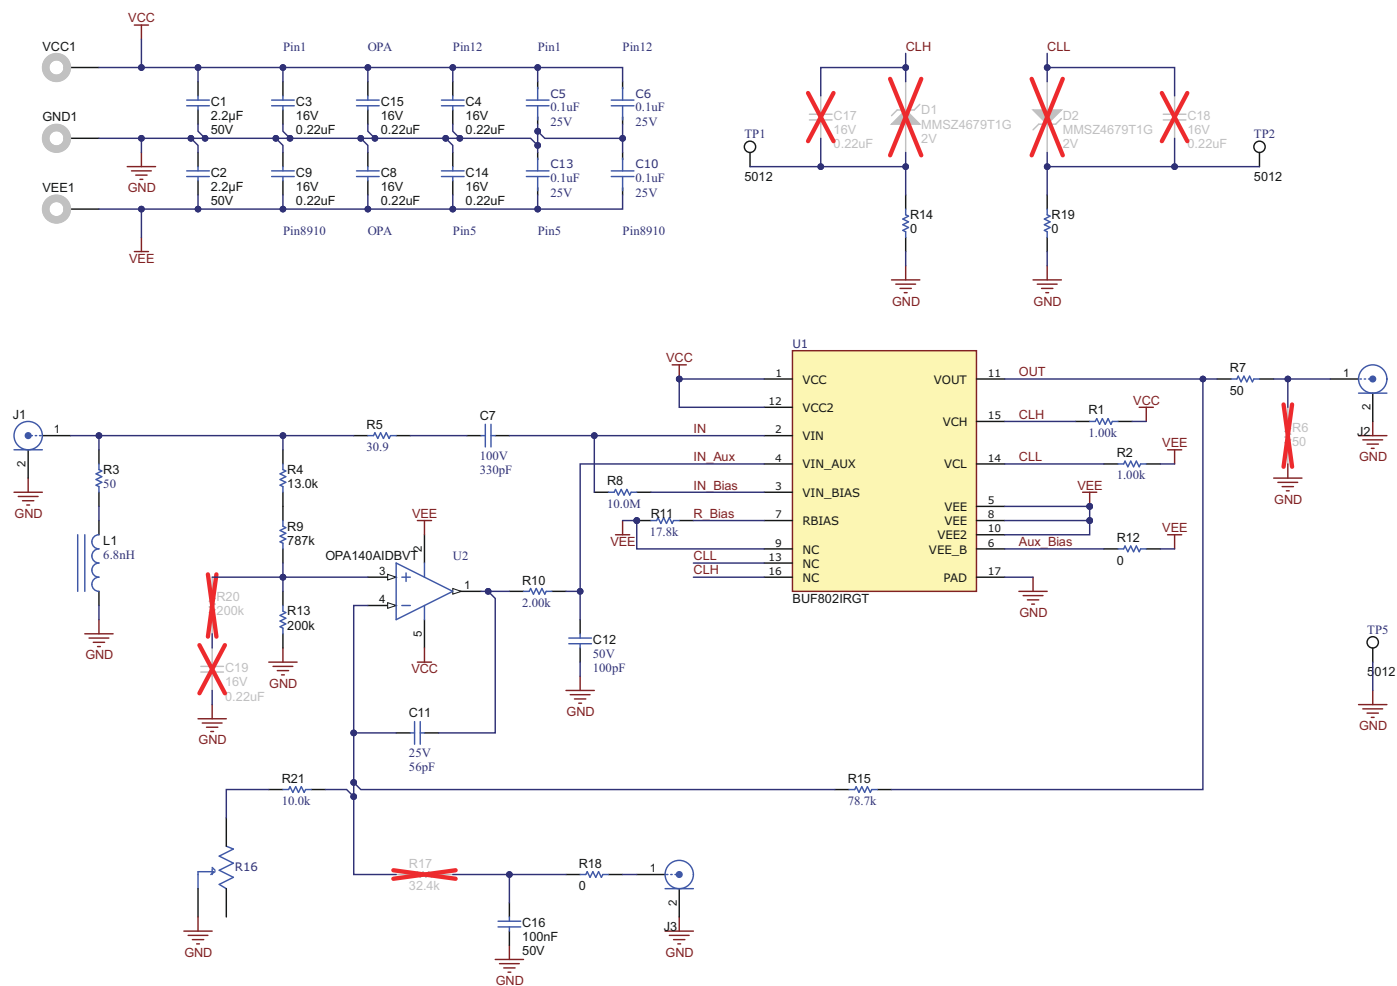

図 8-10. レイアウト例：レイアウト リファレンスの回路図
- **S21 伝達関数でのピーキング:** BUF802 の S21 伝達関数でのピーキングを防ぐために、パターン長を最小限に抑えることが最も重要です。パターンのインダクタンスは、BUF802 の入力容量との共振回路を形成し、S21 応答でピーキングを引き起こす可能性があります。DC ブロッキング コンデンサと直列に小さな抵抗 (図 8-10 の R5) を追加して、BUF802 のパターン インダクタンスと入力容量に起因する LC 共振を減衰させます。総インダクタンスを最小化するため、等価直列インダクタンス (ESL) が低い直列コンデンサ (図 8-10 の C7) を選択します。
- **電源バイパス コンデンサ:** 電源バイパス コンデンサは、電源ピンにできる限り近づけて配置し、BUF802 として PCB と同じ面に取り付けます。図 8-10 に示すように、BUF802 とバイパス コンデンサ間の高周波インピーダンスを最小限に抑えるため、低インダクタンス LICC コンデンサ (C5、C6、C13、C10) を選択します。バイパス コンデンサと GND との間に複数のビアを使用して、直列インダクタンスを低減します。図 8-10 に示すように、 50Ω の入力終端抵抗 (R3) に複数のビアを GND にも接続します。バイパスビアと終端ビアをソリッドな GND プレーンに接続します。